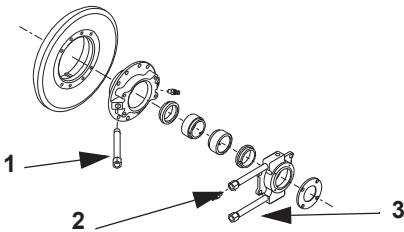

Рис. 25 Трубные соединения
Запорная жидкость должна поступать в трубное соединение 2, как на рис. 24. Трубные соединения 1 и 3 должны быть заглушены. См. рис. 25.
4. Установить пробку (М) в отверстие для выпуска воздуха. Заливочную воронку можно устанавливать как в отверстие для выпуска воздуха, так и в соответствующее отверстие во всасывающем трубопроводе. См. рис. 25. Рекомендуется установить устройство автоматической заливки насоса, а также предусмотреть устройство защиты от сухого хода.